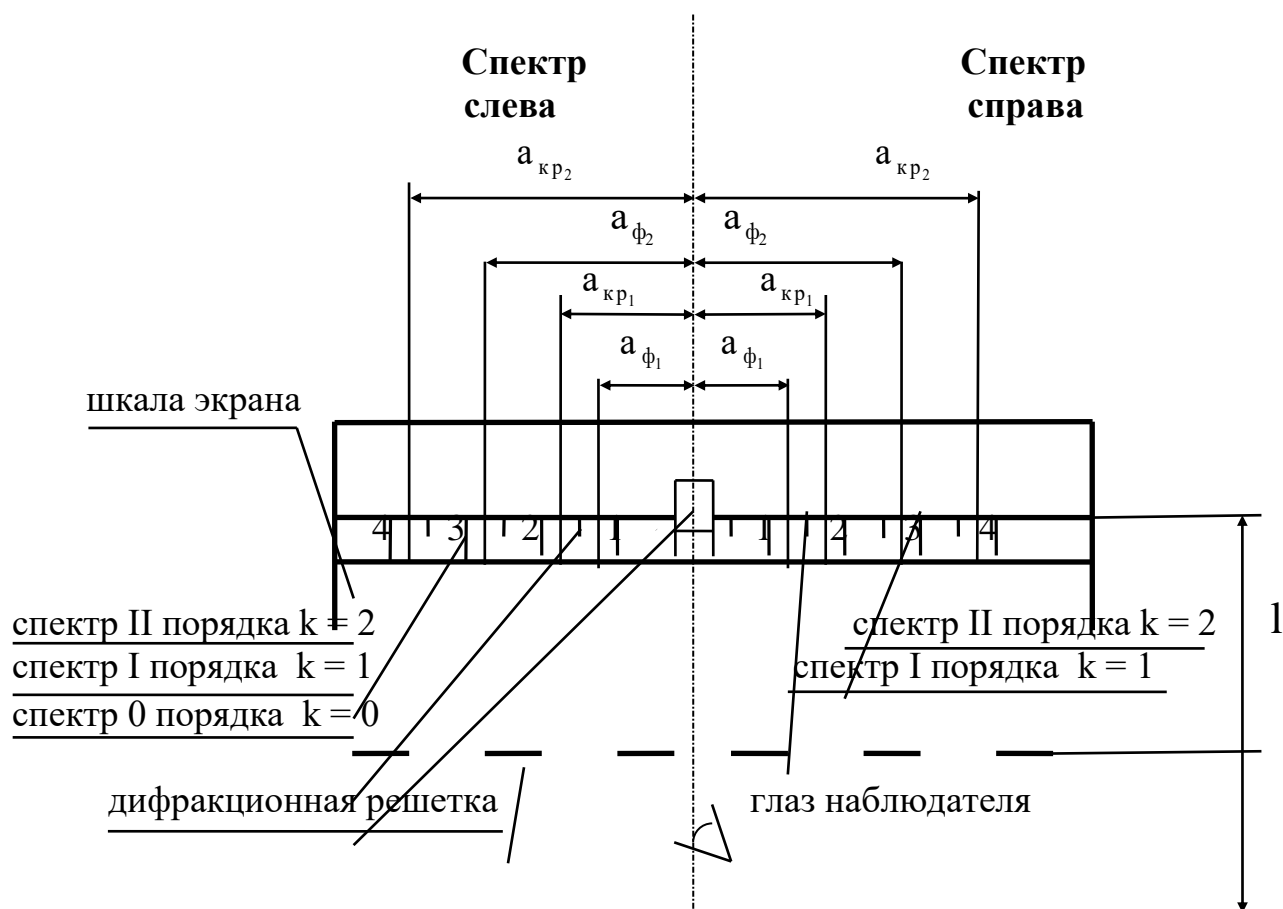

Рисунок 3.1 — Схема наблюдения дифракционного спектра
3.4 Смотря сквозь дифракционную решетку, направить прибор на источник света так, чтобы источник света был виден сквозь узкую щель экрана. При этом по обе стороны на экране на черном фоне заметны дифракционные спектры нескольких порядков (Рисунок 3.1).